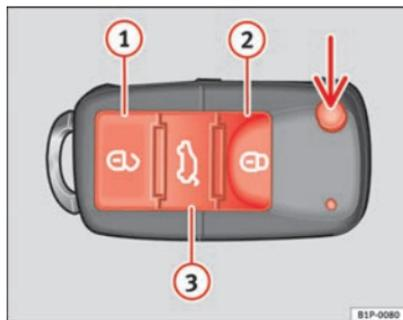

Fig. 62 Botões da chave com comando à distância
Com a tecla ⇒ fig. 62 (seta) do comando, destranca-se o palhetão da chave.
Destrancagem do veículo ⇒ fig. 62 ①.
Trancagem do veículo ⇒ fig. 62 ②.
Destrancagem da porta da bagageira. Pressione o botão ⇒ fig. 62 ③ até que todas as luzes indicadoras de mudança de direcção do veículo pisquem durante breves segundos. Ao premir o botão de destrancagem ③, dispõe de 2 minutos para abrir a bagageira. Uma vez decorrido este tempo, será novamente trancado.
Além disso, o indicador luminoso da pilha da chave ⇒ fig. 62, começa a piscar.
Premindo uma vez a tecla ⇒ fig. 62 ①, apenas se abrirá a porta do condutor, permanecendo as restantes fechadas. ▶
Premindo duas vezes o botão  ⇒ página 107, fig. 62 , todas as portas serão destrancadas.
- Premir a tecla  ⇒ página 107, fig. 62 do comando à distância.